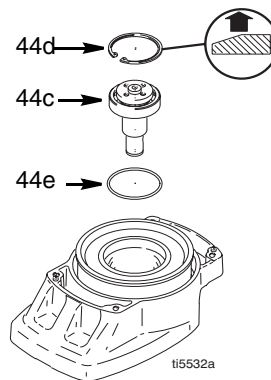

Рис. 6
7. Рис. 6. Снимите стопорное кольцо (44d).
6. Рис. 6. Установка кольцевого уплотнения (44e).